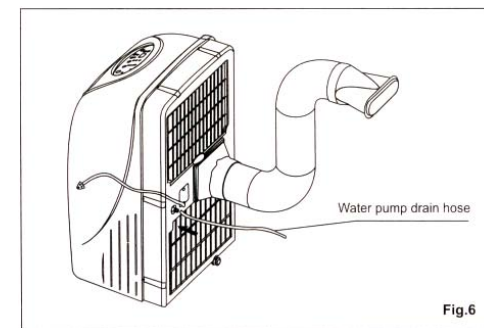

Fig.6
4. Убедитесь, что дренажный шланг правильно подсоединен к корпусу блока. В противном случае конденсат будет выливаться наружу (рис. 6).